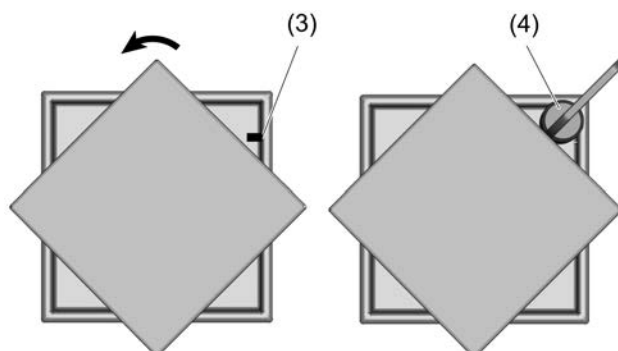

рисунок 2: Демонтаж осветительной насадки
- Поверните осветительную насадку на 45° для доступа к маркировке (3) (рисунок 2).
- Водите магнитом (4) на высоте маркировки (3) по крышке до тех пор, пока не услышите щелчок.